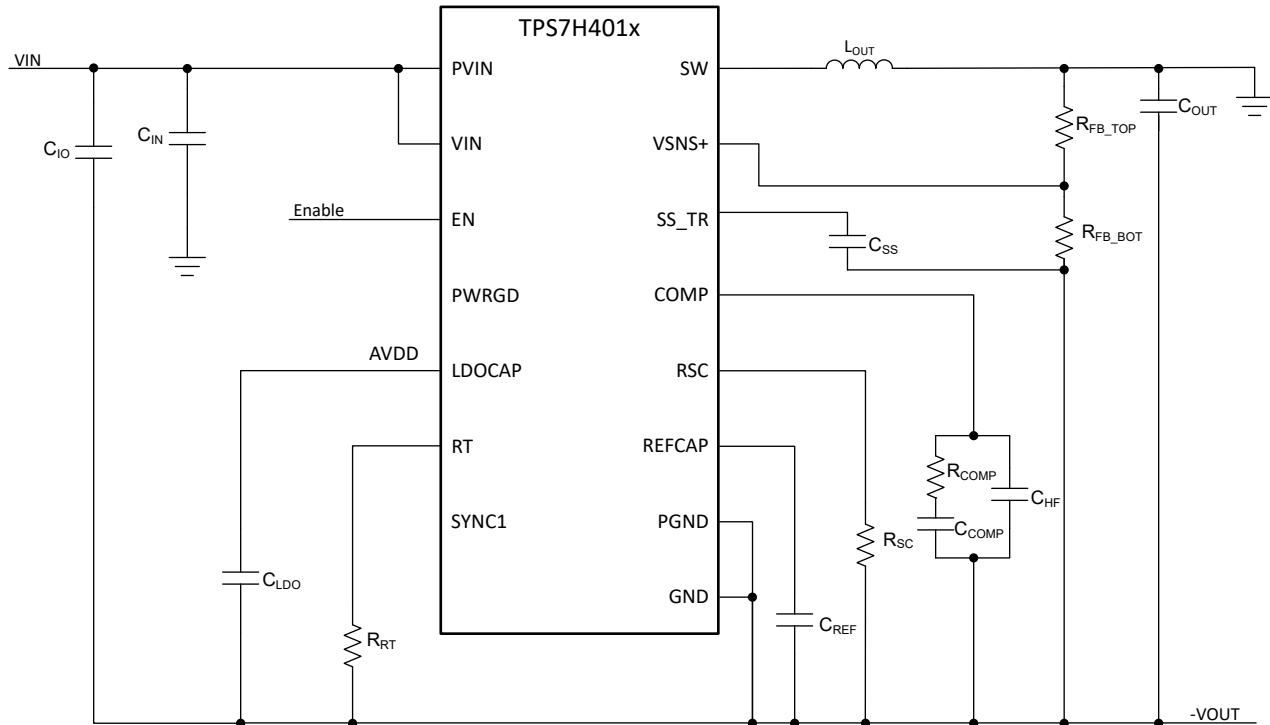

図 10-4. 反転昇降圧の概略回路図
TPS7H401x は、図 10-4 に示すように、負の出力電圧を生成するために反転昇降圧として構成することができます。
- 図 10-4 の C_{IO} は、降圧コンバータで使用される標準の入力コンデンサです。 C_{IN} は、システムグラウンドを基準とした入力コンデンサで、レギュレータの入力に低インピーダンスパスを提供します。